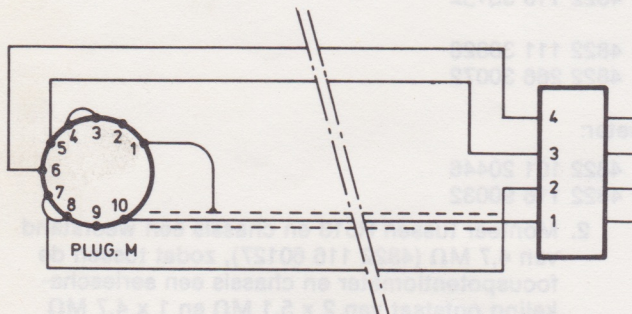

Fig. 1
- Wijzig de bedrading aan plug M, zoals aangegeven in Fig. 1. Monteer aan de andere zijde van de bedrading de 4 polige stekker (4822 266 30072). Sluit vervolgens deze stekker aan op de deflectie unit.